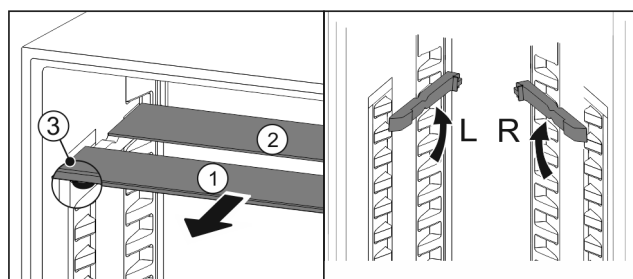

Fig. 18
- ▶ Wyciągnąć Fig. 18 (1) pojedynczo półki szklane do przodu.
- ▷ Płyta szklana Fig. 18 (1) z listwą ozdobną znajduje się z przodu.
- ▷ Stopery Fig. 18 (3) wskazują w dół.